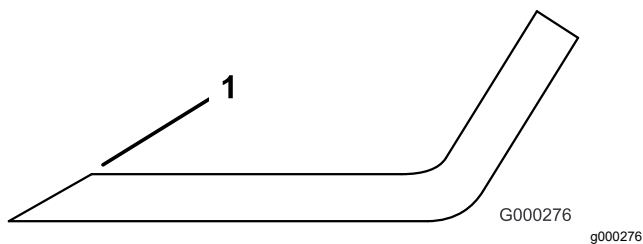

Figura 132
3. Inspeccione los filos de corte de todas las cuchillas, y afílelos si están romos o tienen mellas (Figura 132).
Nota: Afile únicamente la parte superior del filo y mantenga el ángulo de corte original para asegurar un filo correcto (Figura 132). La cuchilla permanece equilibrada si se retira la misma cantidad de material de ambos filos de corte.